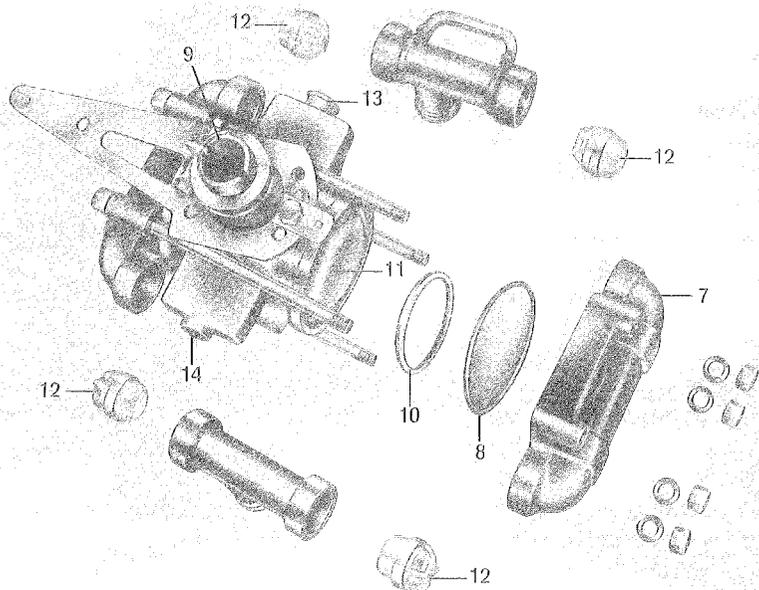

Abb. 5
- 12 Ventile (Ventile in Stellung wie Abb. 5 zeigt einbauen)
Auch bei sorgfältiger Auswahl und Prüfung der Membranen können diese auf Grund extremer Betriebsbedingungen evtl. Schaden leiden. Um dies zu vermeiden, wird empfohlen, alle 400 Betriebsstunden oder spätestens nach 2 Jahren neue Membranen einzusetzen. Zum Auswechseln der Membranen müssen die 4 Hutmutter bzw. Schrauben (M12) gelöst werden – Abb. 5. Hierdurch läßt sich der Ventildeckel der Pumpe (7) abnehmen, wodurch die Membrane (8) zugänglich wird.